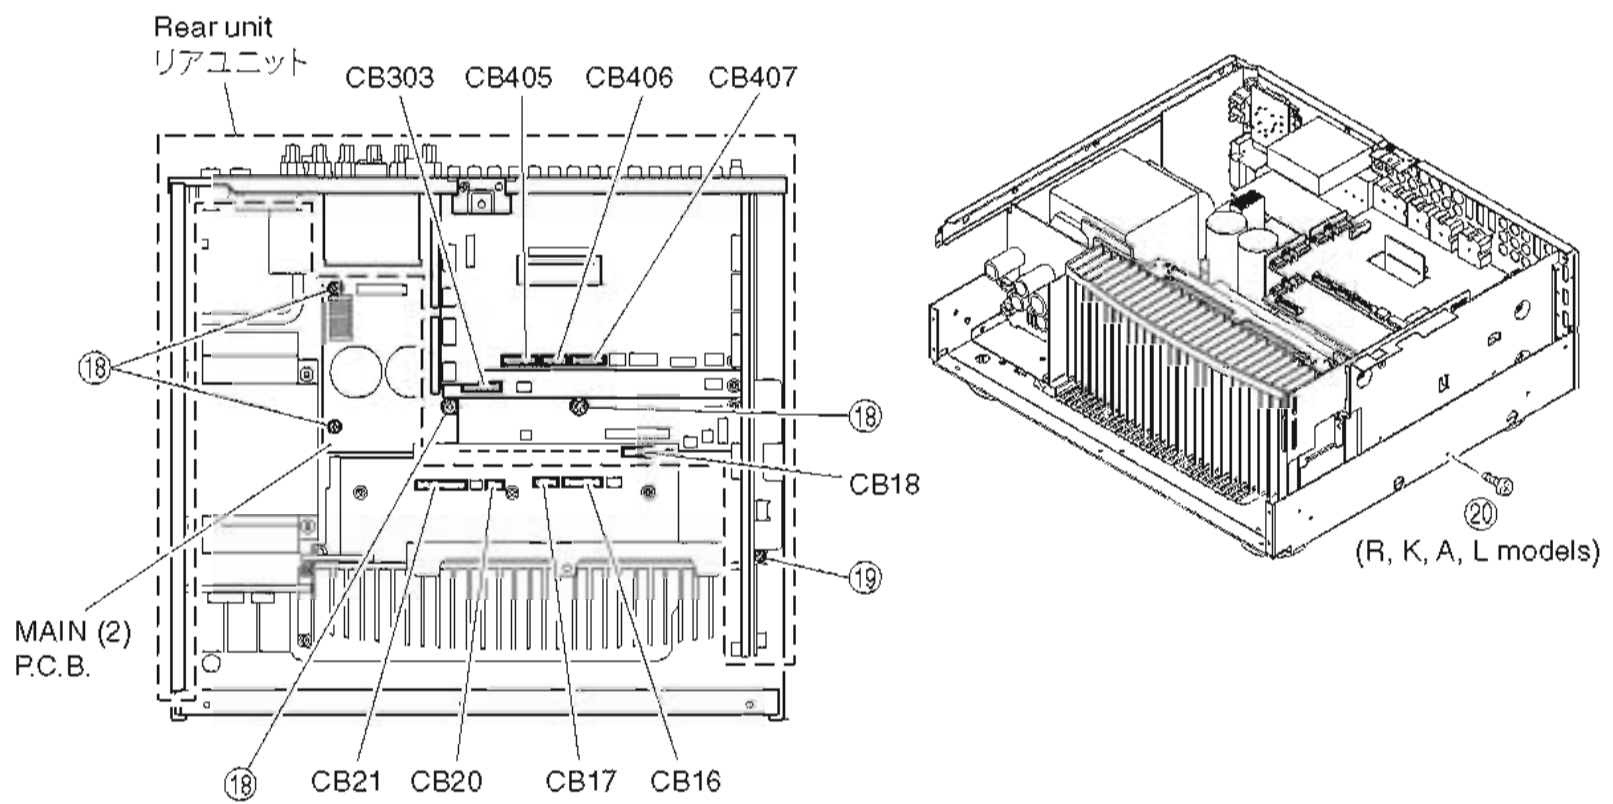

Fig. 8
- b. Remove 4 screws (18) and screw (19). (Fig. 8)
- c. Remove screw (20). (R, K, A, L models) (Fig. 8)
- d. Remove CB16-18, CB20, CB21, CB303, CB405, CB406 and CB407. (Fig. 8)
- e. Remove the rear unit and MAIN (2) P.C.B.. (Fig. 8)
- b. ⑱のネジ 4 本、⑲のネジ 1 本を外します。(Fig. 8)
- c. CB16-18、CB20、CB21、CB303、CB405-407 を外します。(Fig. 8)
- d. リアユニットおよび MAIN (2) P.C.B. を取り外します。